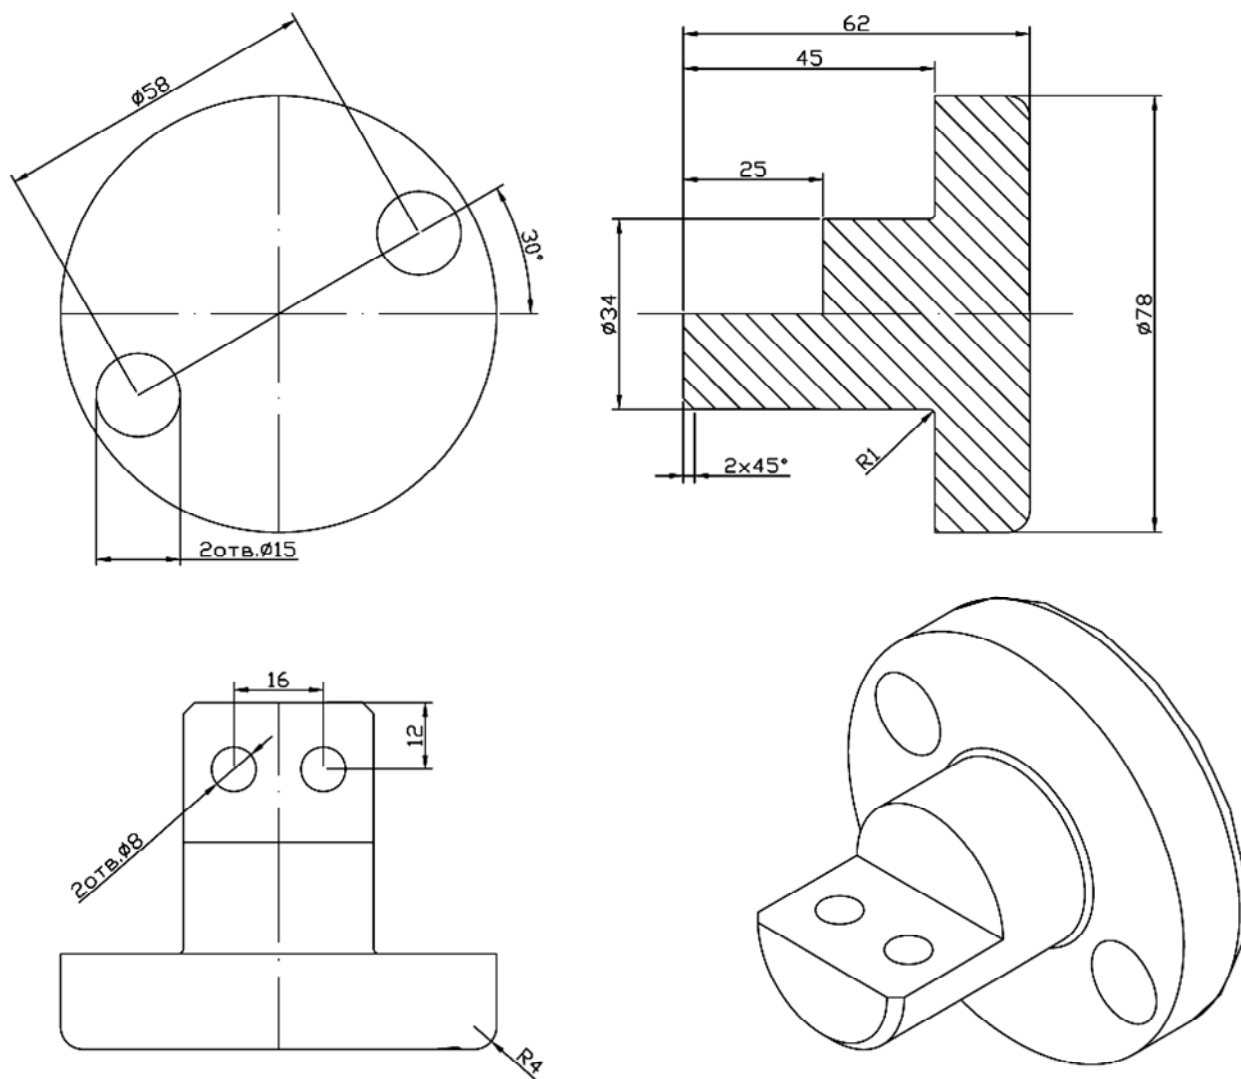

Рисунок 1 – Контакт полюса вакуумного выключателя
1. Моделювання трьох тривимірних моделей у програмному комплексі КОМПАС 3D або AutoCAD (приклади деталей наведені на рис. 1–3).